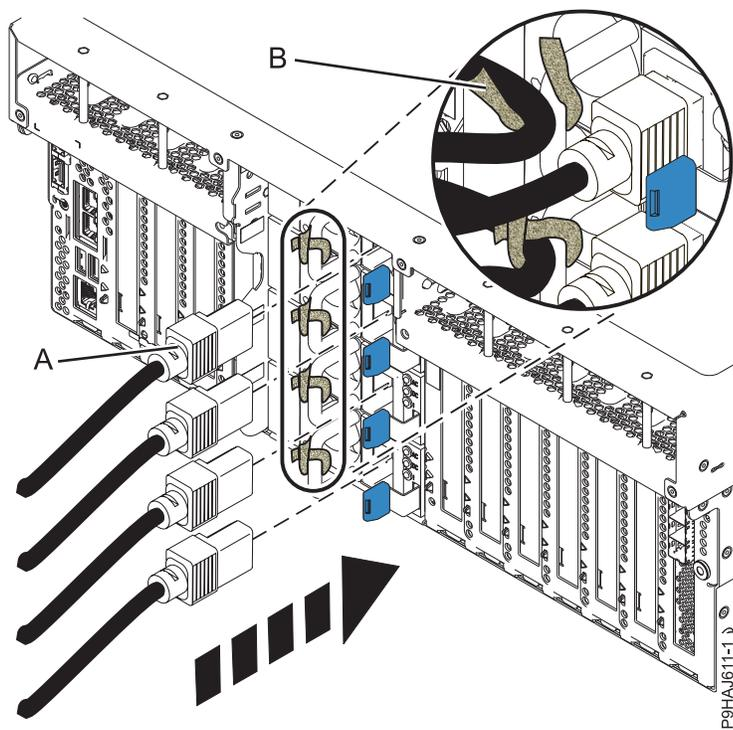
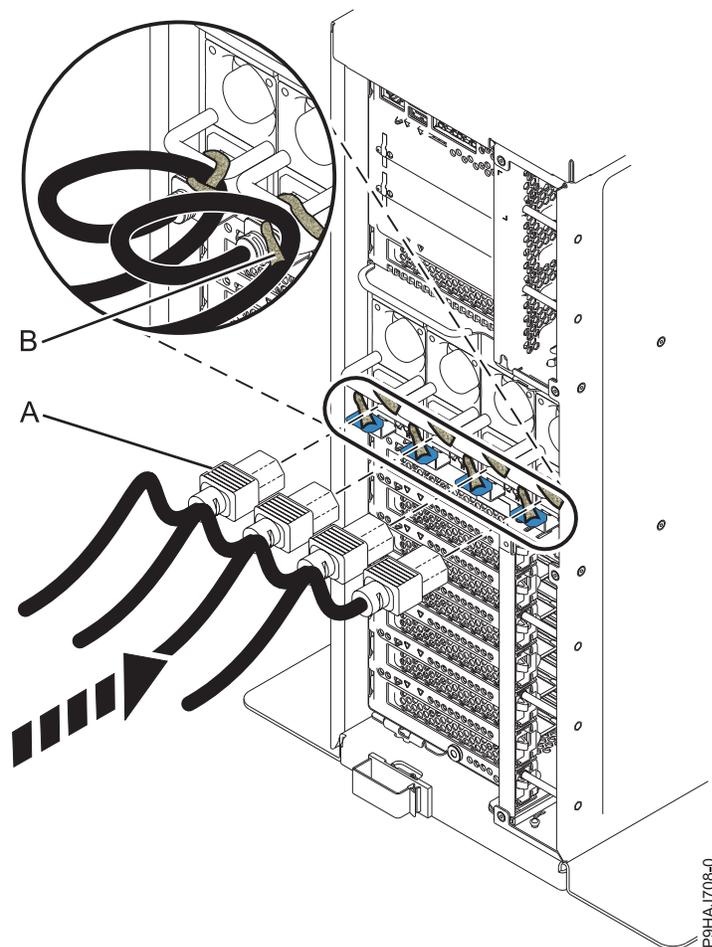

Figura 76. Conectando os cabos de energia a um sistema montado em rack
Figura 77. Conectando os cabos de energia a um sistema independente
2. Usando seus rótulos, reconecte os cabos de energia (A) à unidade de sistema. Prenda os cabos de energia (A) ao sistema usando as fitas de velcro (B), como mostrado na Figura 76 na página 102 ou Figura 77 na página 103.